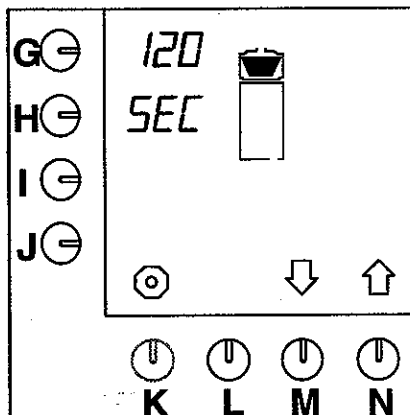

Fig. 37 Dryppetid
- Tryk på valgknappen (N.)↑, indtil fig. 37 vises i displayet.